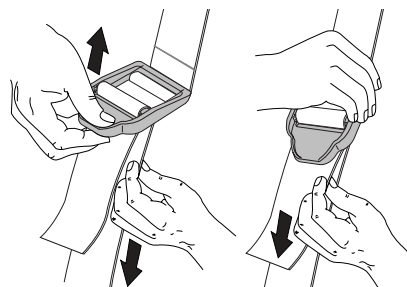

Fig. 6
4. Réglez la longueur en fonction de la taille de l'opérateur. Tirez la languette pour rallonger ou tirez la bande pour raccourcir (Fig. 6).